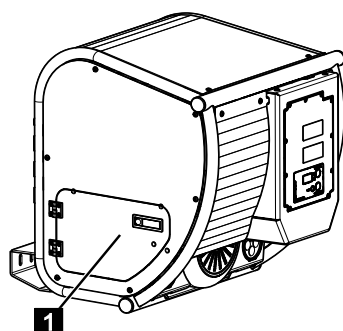

Fig. 153
1. Ouvrir le capot (Fig.153/1).